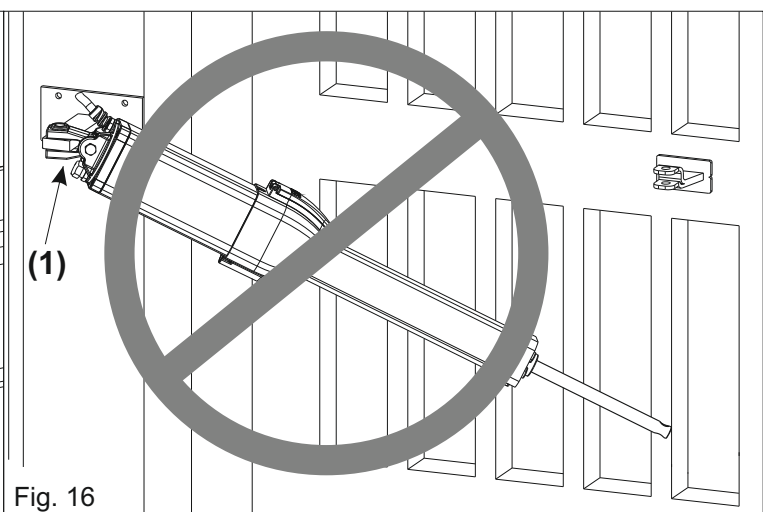

Fig. 16
⚠ ***No incline el operador*** más allá del ángulo permitido por la horquilla oscilante (1), de lo contrario podría romperse (Fig.16)